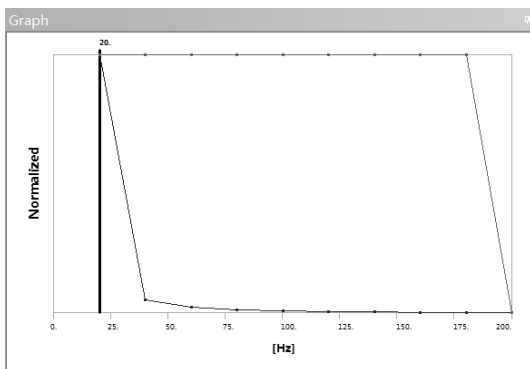

图 7-56 变化曲线
Step5 : 选择 Outline (分析树) 中 Solution (C6) 下的 Frequency Response 选项, 此时会出现如图 7-56 所示的节点随频率变化的曲线。